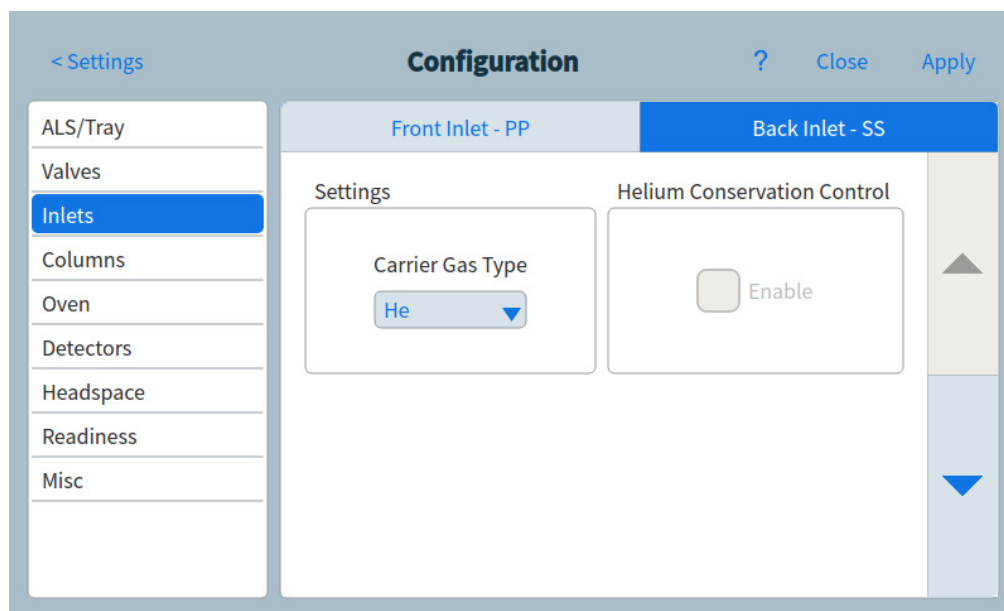

Figure 66. Page d'injecteur
- 1 Sélectionnez **Paramètres > Configuration > Injecteurs**. Les propriétés du type d'équipement sélectionné apparaissent sur le côté droit de l'écran. Voir **Figure 66**.